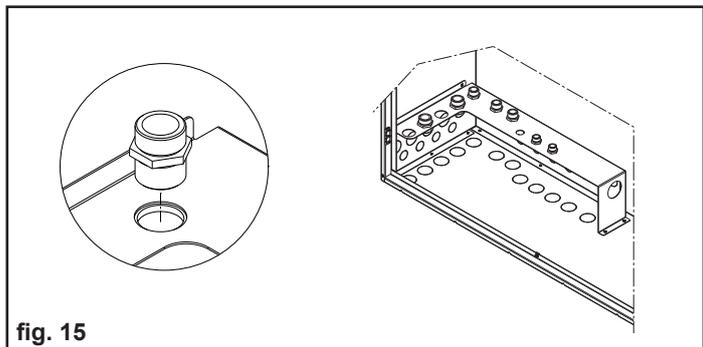

fig. 15
- Verificare che i nipples di ottone e le ghiera siano stati posizionati come indicato in fig. 15